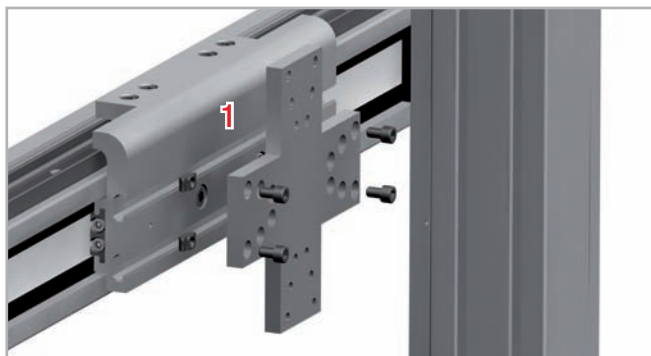

Fig. 106
1. Inserire le viti da un lato della piastra di collegamento nei fori preparati (vedi fig. 106).